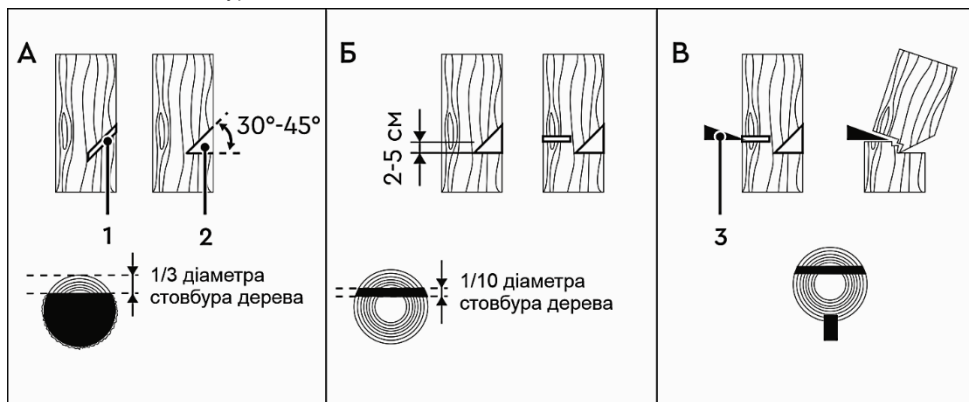

Рисунок 8
4.7.4 Виконання пропилів (рисунок 8)
Почніть пиляти дерево з того боку куди воно має впасти (1, рисунок 8-А).
Зробіть клиновидний пропили (2, рисунок 8-А) під кутом 30° - 45° , глибина якого приблизно дорівнює $1/3$ від товщини стовбура.
Валочний розпил (рисунок 8-Б) зробіть із протилежного боку від клиновидного пропили, помістивши зубчастий упор пили на стовбур на 2-5 см вище нижнього краю клиновидного пропили.
Частина стовбура, яка залишилася непропиляною, буде направляти його в необхідний бік. Коли дерево почне падати, зупиніть роботу пили та негайно відійдіть у безпечну зону. Якщо дерево не почало падати, необхідно забити клин (З, рисунок 8-В), після чого дерево почне падати в сторону клиновидного пропилу.